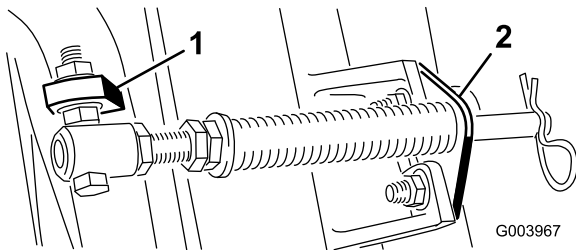

図 5
- C. スプリングチューブのボルトを、反対側のキャリアフレームのタブに取り付け、フランジナットで固定する。ボルトは、(図 5)に示すように、頭部が外側にくるように取り付ける。
D. カuttingユニットのタブにロッドブラケットを取り付け、キャリッジボルト2本とナットで固定する 図 5。